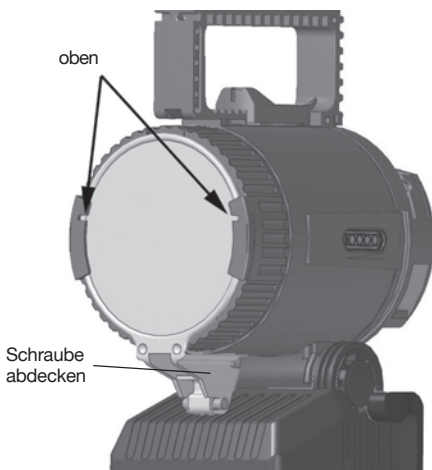

Bild 3 Leuchte blinkt
Ladezustands- und Kapazitätsanzeige: Siehe Bild 3 und 4
In der Schalterstellung „Nebenlampe an“ leuchtet die Nebenlampe, wodurch die Ladezeit verlängert wird. Wird die Netzspannung unterbrochen, schaltet sich je nach Schalterstellung das Hauptlicht oder das Blinklicht ein (Notlichtfunktion bei Netzausfall). Bei voll geladener Batterie schaltet die rechte LED von Blinklicht auf Dauerlicht um (Bild 3).
6. Die Batterie wird wieder aufgeladen. Die Ladezustandsanzeige (LEDs) (Bild 3) zeigt dabei einen normalen Ladevorgang an.